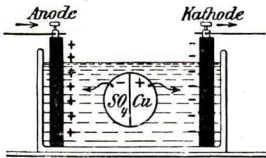

Abb. 334. Elektrolyse von  $\text{CuSO}_4$
**Vorgang:** (Abb. 334.) Das Molekül des Kupfersulfates  $\text{CuSO}_4$  besteht aus dem positiven  $\text{Cu}$ -Ion, das mit dem Strom zur Kathode wandert